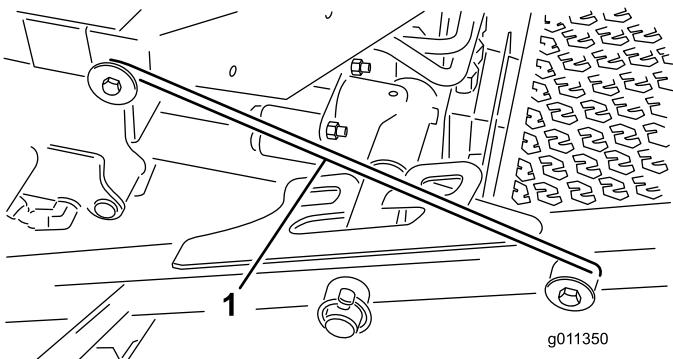

Figure 7
4. Dégarez la barre de verrouillage (Figure 7) de son point de retenue sur le bâti porteur avant.
5. Soulevez l'extérieur des plateaux de coupe avant et placez le verrou sur la goupille du bâti à l'avant de la plate-forme de conduite (Figure 7).